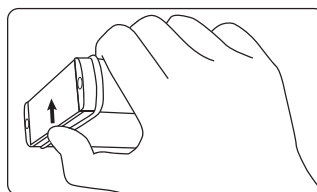

Abb. 1-1: Arretierung lösen
- ☞ Von unten leicht gegen das Scharnier drücken (siehe Abb. 1-1).